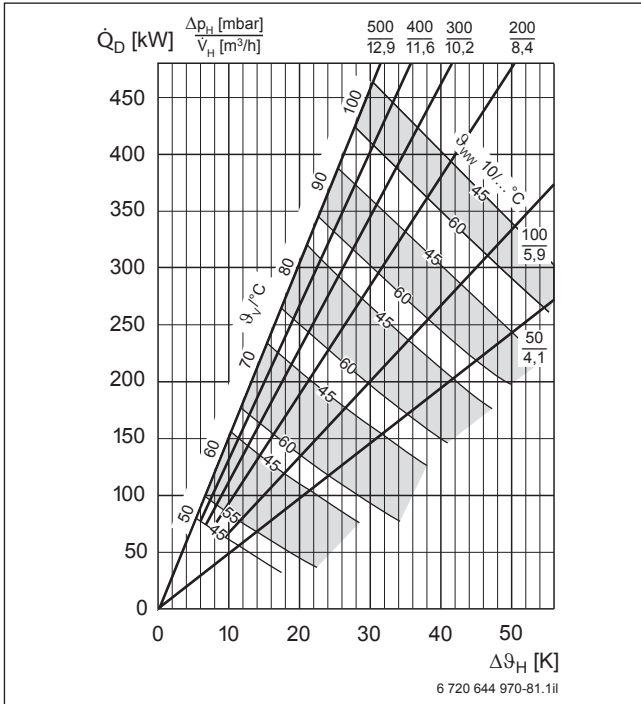

Bild 89 Logalux LTH1500
**Legende zu Bild 89 bis 91:**